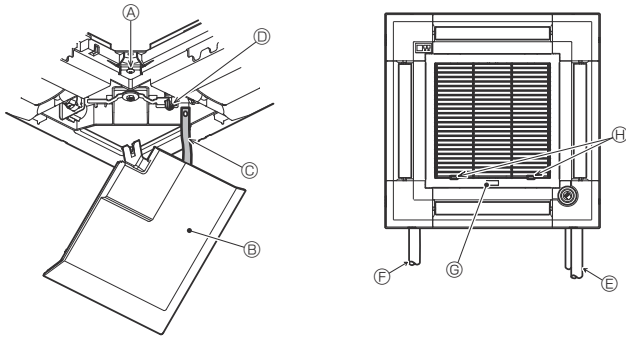

Fig. 6-12
6.5. การติดตั้งตะแกรงช่องลมดูดเข้า (Fig. 6-12)